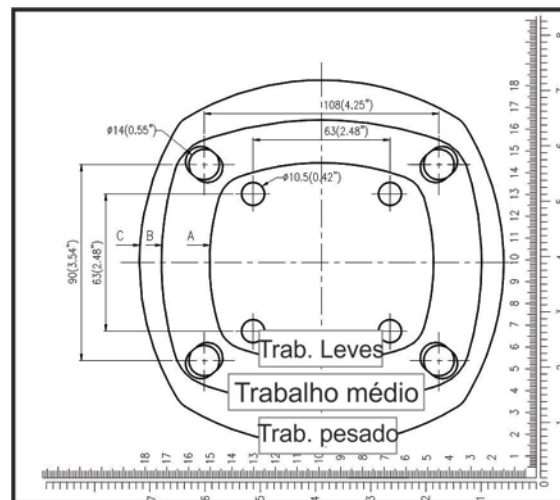

Fig. 5
Para maior facilidade e precisão, é fornecido um gabarito de perfuração auto-adesivo de escala 1:1. (Veja a fig. 5)(acompanha a embalagem da máquina).
Para uma montagem correta do avanço em uma Coladeira de Borda IC-1000 , é necessário utilizar um gabarito fornecido juntamente com o avanço (Fig. 5) assim como feito no item 2.1 letra B. Siga as instruções a seguir:
1. Cole o gabarito (fig. 5) de acordo com as dimensões da figura 5-2.